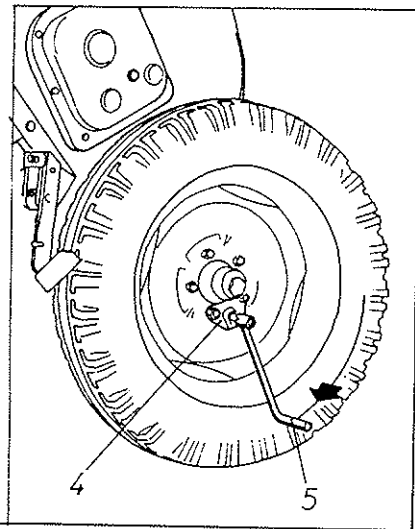

Fig. 3
**TERCERO.-** Se enclava la palanca de los husillos (5 - Fig. 3) en el tetón exterior de la rueda derecha (4 - Fig. 3) y se dan algunas vueltas hasta que la semilla empieza a dar las vueltas reales de la prueba según el cuadro siguiente: